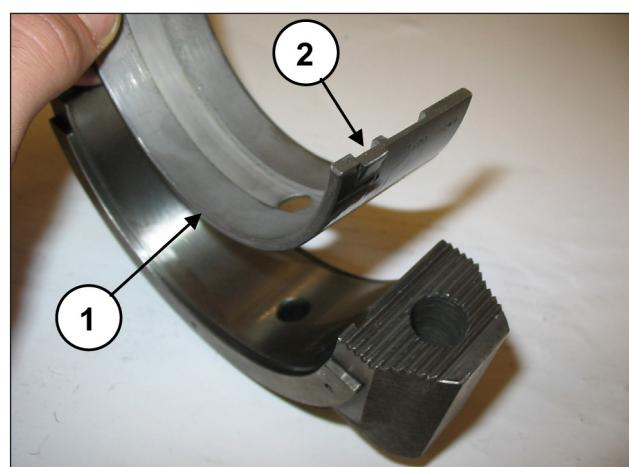

Fig. 82
Monter les demi-coussinets inférieurs sur les chapeaux (rep. ①, Fig. 82) en s'assurant que la languette de repère des demi-coussinets se trouve dans son logement sur le chapeau (rep. ②, Fig. 82).